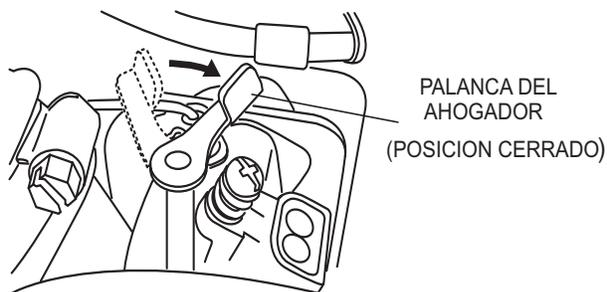

Figura 6. Palanca del ahogador
4. Si el motor falla al arrancar, mueva la palanca del ahogador (Figura 6) a la mitad de la posición de abierto para evitar que se ahogue.